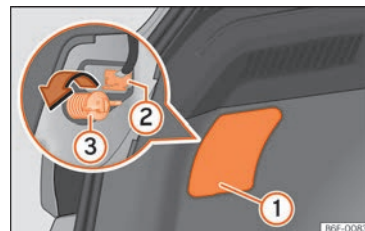
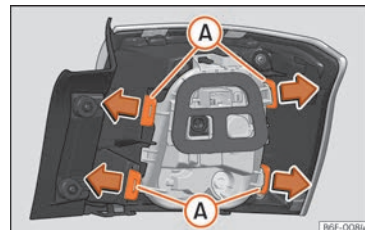

Fig. 107 Bagagliaio: accesso alla vite di fissaggio del fanale di coda.
Fig. 108 Linguette di fissaggio nella parte posteriore del fanale di coda.
3. Estrarre il coperchio facendo leva sulla scanalatura con l'estremità piatta di un cacciavite »» fig. 107 ①.
4. Estrarre il connettore della lampadina ②.
5. Svitare con la mano, o tramite un cacciavite, la vite di fissaggio del fanale ③.
7. Smontare il portalampada sbloccando le linguette di fissaggio »» fig. 108 ④.